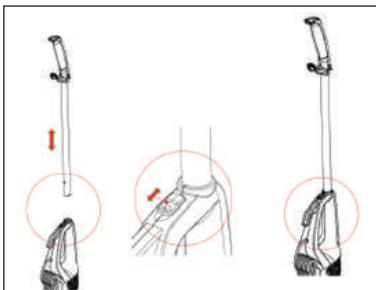

Рис. 1
- Установите удлинительную трубу на пылесос (Рис. 1).